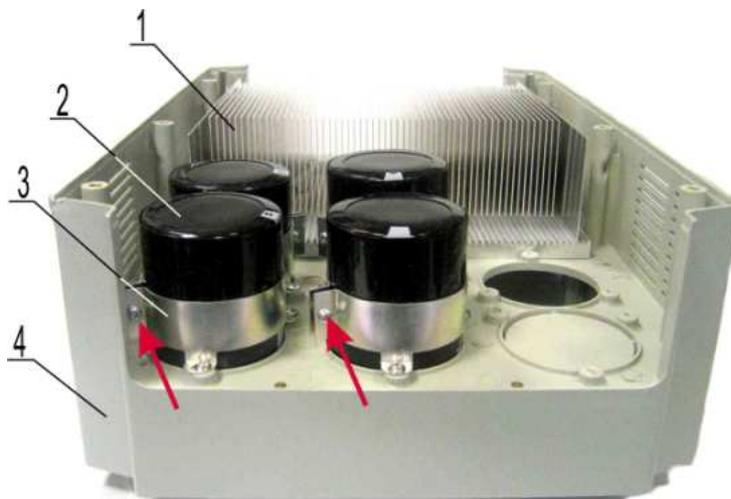

Рис. 6.14
6.8.4. Перевернуть нижнюю часть корпуса 4, как показано на рис. 6.14.
6.8.5. Ослабить четыре винта, стягивающие хомуты 3 на конденсаторах 2 (рис. 6.14).